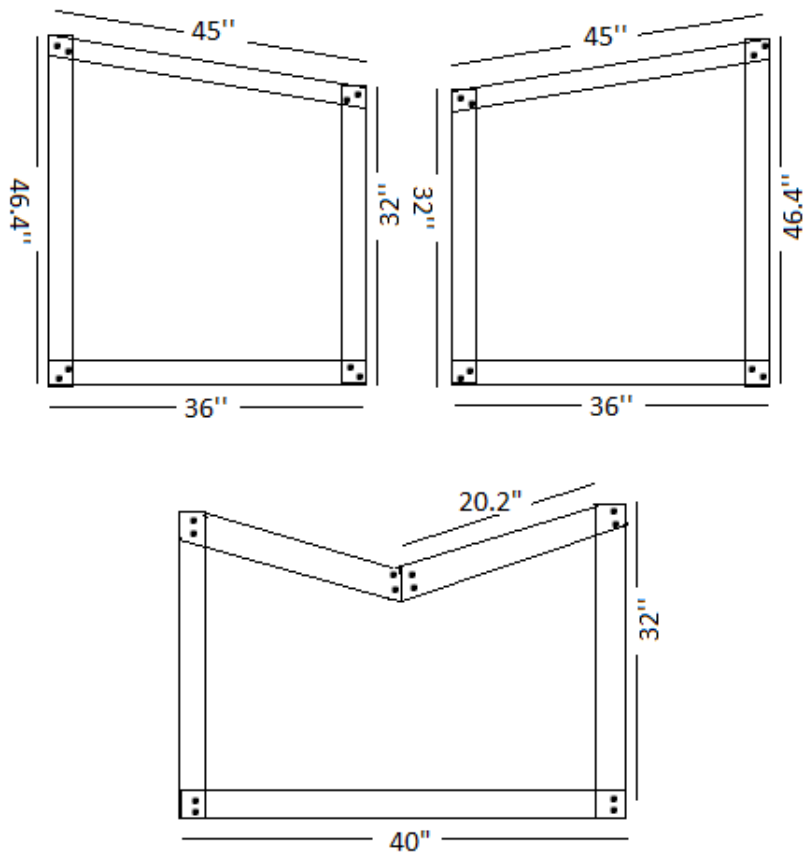
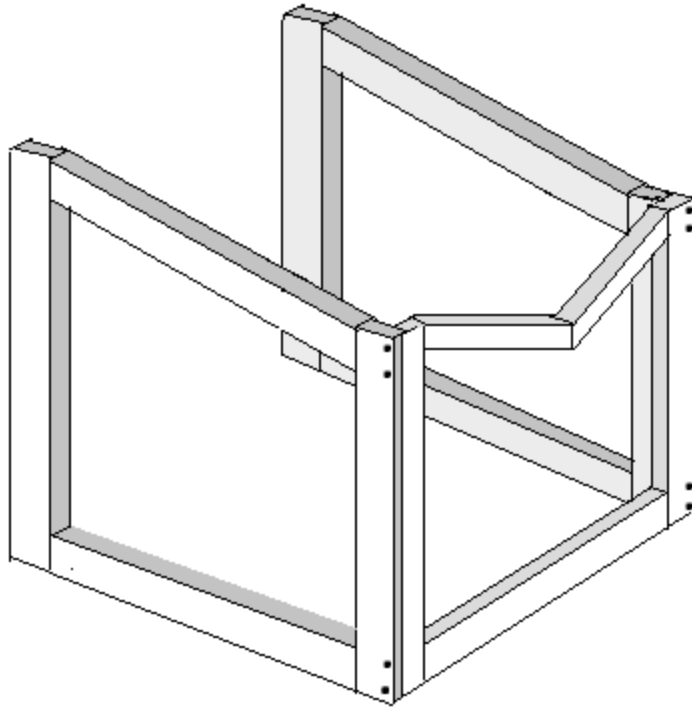

Figure 2 – L'étape 2 de la charpente : Diagramme indiquant la forme et l'emplacement des vis de la charpente
Figure 3 – L'étape 3 de la charpente : Assemblage des trois côtés de la charpente
Étape 2: Connecter les trois cadres en vissant les côtes et ajouter les deux morceaux de bois 46.5'' afin d'attacher les charnières. Pour l'apparence spécifique, veuillez-vous référer à la *Figure 2: L'étape 3 de la charpente: Assemblage des trois côtés de la charpente* et *Figure 3: L'étape 4 de la charpente: ajouter les morceaux en rouge à la charpente et viser aux points indiqués.*